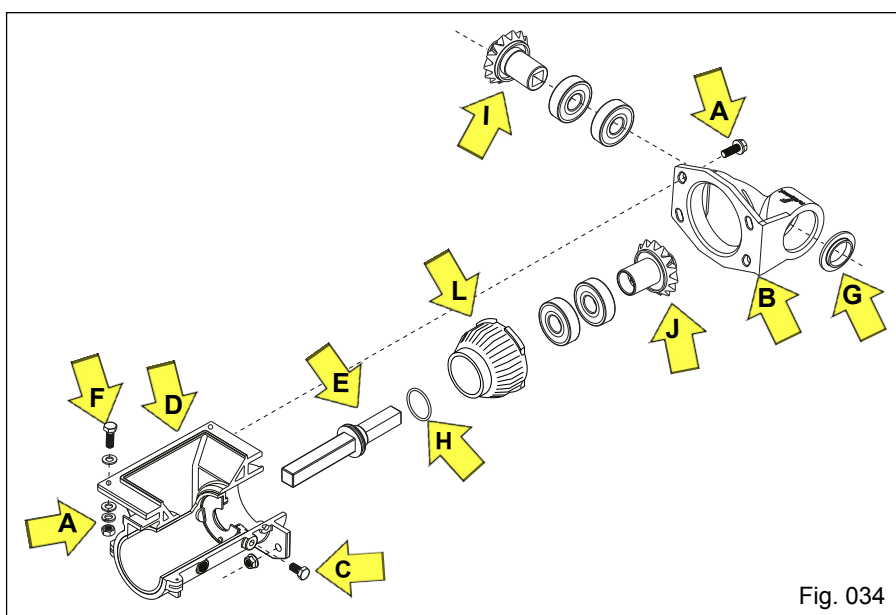

Fig. 034
e) Para a troca, limpeza ou substituição dos rolamentos e componentes do conjunto, retire o conjunto dosador da Plantadora através da remoção do eixo acionador e buchas de união, afrouxe e retire os parafusos de fixação do dosador na base do distribuidor. A seguir retire os quatro parafusos e porcas "A" de fixação do mancal suporte dos pinhões de transmissão "B", afrouxe e retire os parafusos "C" de fixação do revestimento "D", retirando a seguir o conjunto. Retire o eixo acionador "E" e remova a bucha "L" dos mancais do rolamento, fazendo a limpeza ou substituição necessária (Fig. 034).
Observe se há necessidade de montar arruelas de ajuste "H" nos pinhões "I e J". Havendo necessidade de substituição dos pinhões, troque as tuas peças, ou seja o pinhão motriz "I" e o pinhão movido "J". Aproveite para verificar as condições do parafuso "F", caso os mesmos apresentarem corrosão excessiva, deve substituir por parafuso de inox (Fig. 034).